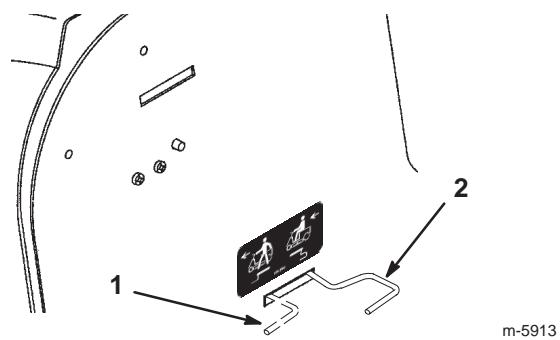

Bild 9
4. Drücken Sie die Antriebsstange hinein und schieben Sie sie nach links, um sie zu arretieren (Bild 9).